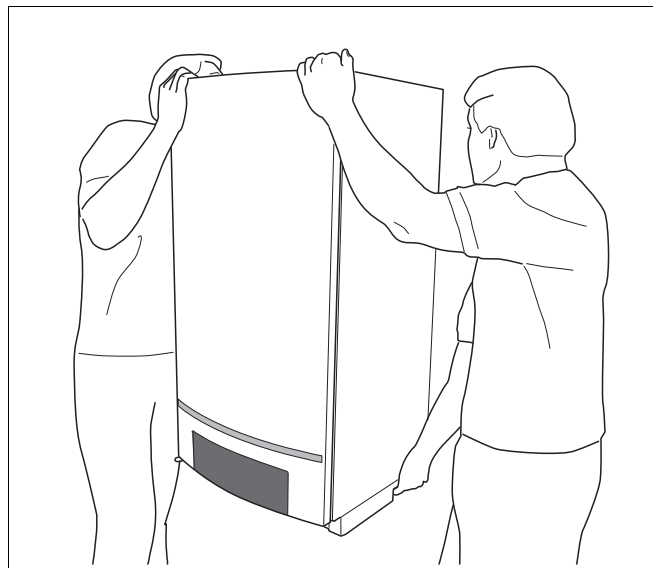

Fig. 2 Ridicați și transportați în mod corect cazanul de încălzire
Cazanul de încălzire poate fi prins la ridicare și la transport cu o mână de dedesubtul părții inferioare și cu cealaltă mână de deasupra părții din față (fig. 2).
- Ridicați cazanul de încălzire de partea din spate și de șina de transport a părții inferioare și agățați-l de suportul de perete (fig. 2, pagina 11).